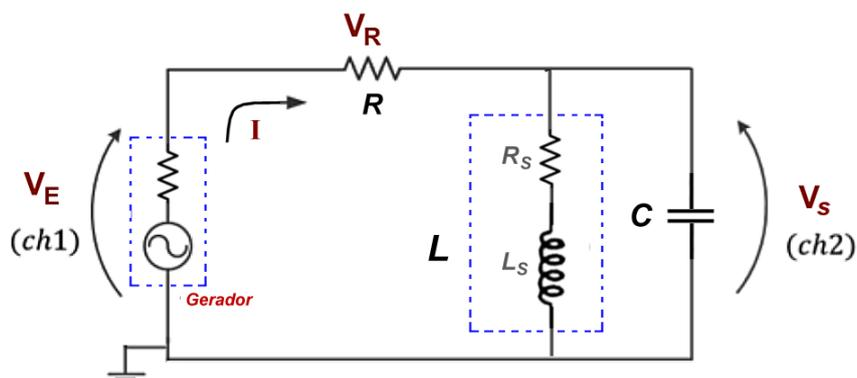

Figura 2- Circuito RLC.
Monte o circuito da Figura 2, com $R = 10 \text{ k}\Omega$ e os componentes L e C fornecidos. Note que R_s e L_s estão representando o modelo do indutor real utilizado na montagem. Programe o gerador de funções para fornecer uma onda senoidal com amplitude de 10 Vpp .
- a) Indique quais expressões da *Introdução Teórica* devem ser usadas para calcular $|G(j\omega)|$ e φ a partir dos parâmetros do circuito da Figura 2.
- b) Meça com o osciloscópio e anote os valores eficazes de entrada (V_E) e saída (V_S) para as frequências indicadas na Tabela 3. Meça também a defasagem do sinal de saída em relação ao sinal de entrada ($\Phi_{V_S, V_E} = \varphi_{V_S} \rightarrow \varphi_{V_E}$) para as frequências destacadas em cinza (meça mais valores perto de 9,2 kHz). Calcule o módulo do ganho $|G(f)|$ experimental, a partir das tensões medidas e anote os valores na Tabela 3. Anote também o módulo do ganho $|G(f)|$ e a defasagem φ , calculados previamente através das fórmulas teóricas indicadas no item 2.1.a (efetuados na preparação do experimento ou utilize a planilha disponibilizada) utilizando-se os valores nominais dos componentes.